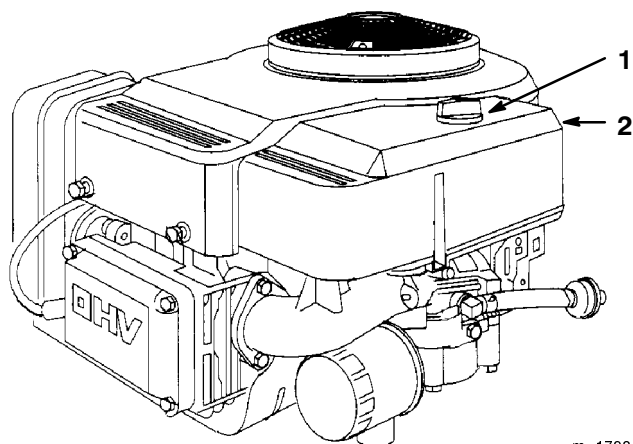

Bild 23
3. Reinigen Sie den Bereich um den Luftfilter herum, um zu verhindern, dass Schmutz in den Motor fällt und Schäden verursacht. Schrauben Sie die Verschlusschraube los und entfernen den Luftfilterdeckel (Bild 23).
- Bringen Sie die Luftfilterabdeckung und Verschlusschraube an (Bild 23). Ziehen Sie die Schraube gut fest.